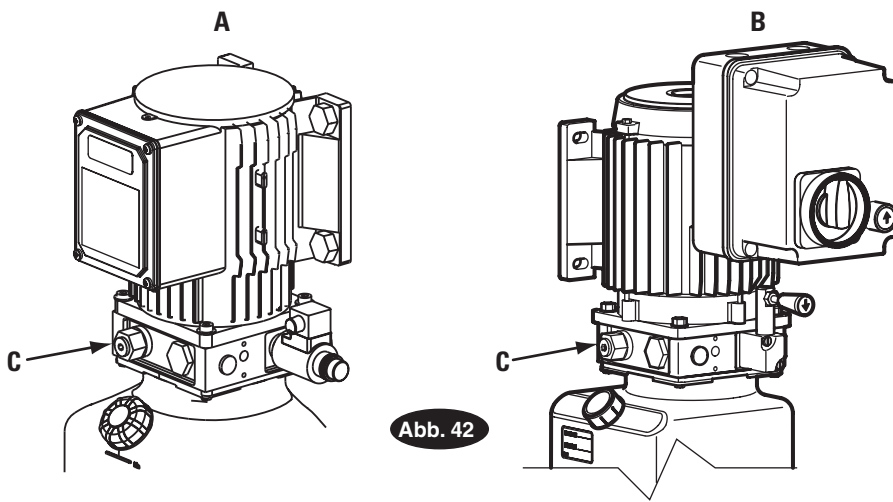

Abb. 42 Detail
42. Überprüfen des Drucks (Alle Modelle): Hydraulischen Druck an der bezeichneten Position in der Stromversorgungseinheit überprüfen (Abb.42). Maximaler Druckausgleich darf 20,48N/mm² nicht überschreiten. Diese Ventile sind unverstellbar. Ventil ersetzen, wenn ein falsches Entlastungsventil eingesetzt ist.